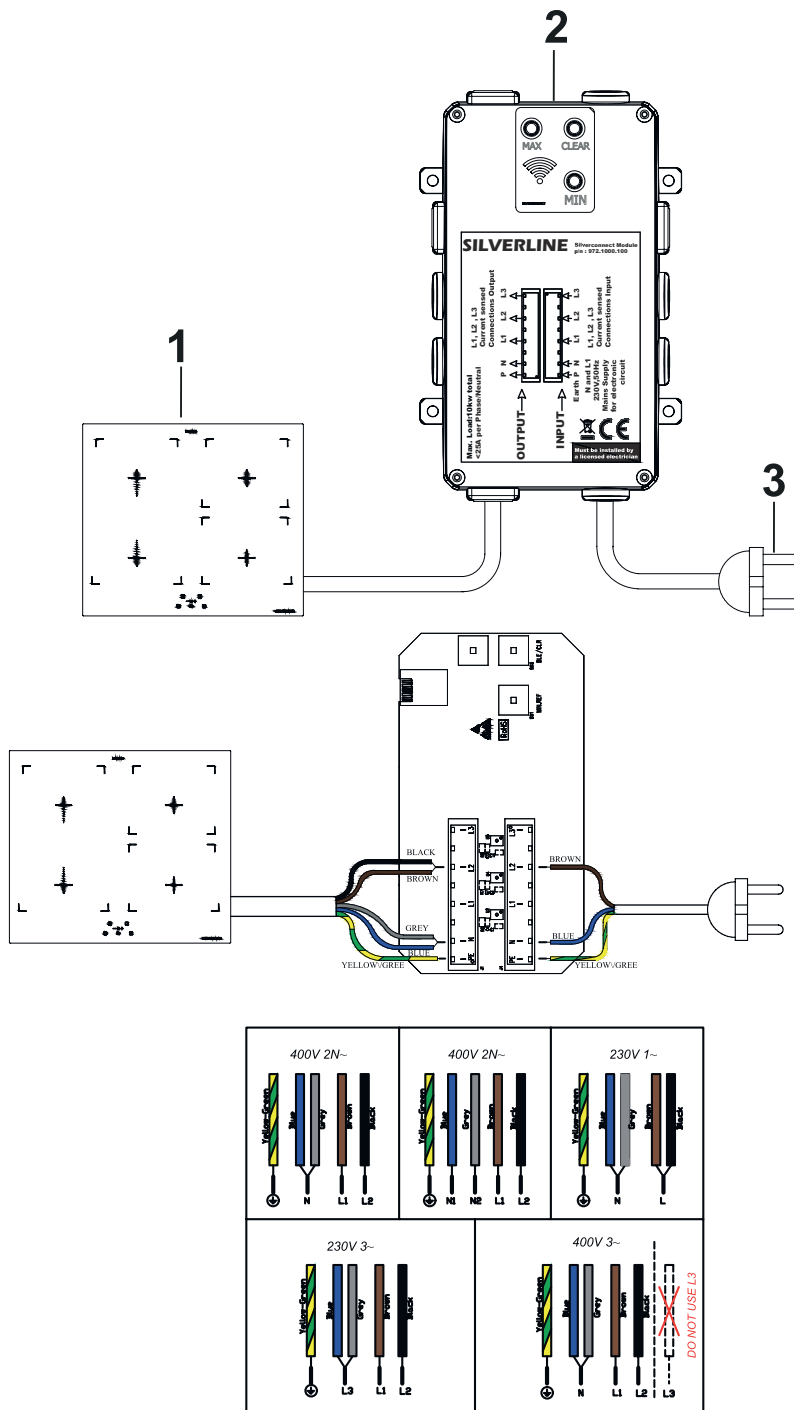

Fig. 24: Forbindelse af kogeplade og silverconnect
- ⇒ Der skal nu være blå lys ved alle 3 knapper på silverconnect. (Fig. 24/ nr.2)
4. ➔ Tryk nu igen på knappen "clear" i 3 sekunder og slip herefter. Nu skulle de blå lys, lyse konstant. (Fig. 24)
8. ▶ **GENKENDELSE AF MIN. NIVEAU:** Sørg for at zonerne er slukket på kogepladen og at den er på standby. Vent nu 7 sekunder og tryk og hold herefter på "min" knappen på silverconnect i 2 sekunder (Fig. 24) og vent nu i 7 sekunder igen. I medens vil de blå lys blinke en gang. Når lysene har blinket en gang, er min. niveau godkendt.
9. ▶ **GENKENDELSE AF MAKS. NIVEAU** Sørg for at alle zoner er tændt på kogepladen og at der er fuld styrke på alle zoner. Vent nu 7 sekunder og tryk og hold herefter på "max" knappen på silverconnect i 2 sekunder (Fig. 24) og vent nu i 7 sekunder igen. I medens vil de blå lys blinke en gang. Når lysene har blinket en gang, er min. niveau godkendt.